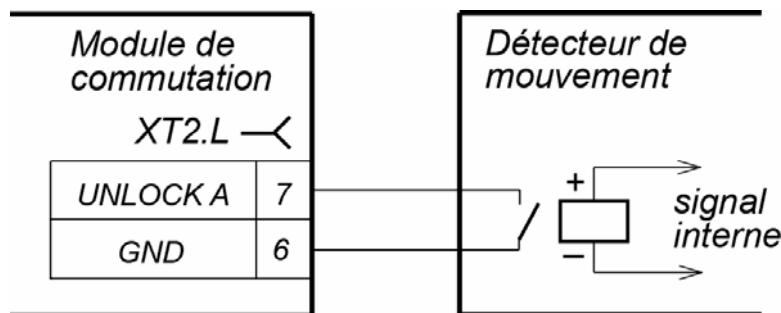

Figure 7. Éléments de contrôle du détecteur de mouvement – Contacts relais ouvert
Le montage des connexions du détecteur est montré sur la figure 7. Il est recommandé de mettre **le mode de contrôle potentiel** pour l'utilisation du détecteur de mouvement. Le signal bas niveau a *Unlock A* ou *Unlock B* ou le contacteur *GND* est utilisé pour le contrôle. Le signal pendant la détection de mouvement ne doit pas excéder 3 secondes après la que la personne ait quitté la portée du détecteur. Le passage par le portillon dans la direction A(B) est détecté par le statut de *PASS A(B)* et la sortie du contacteur *Common*.